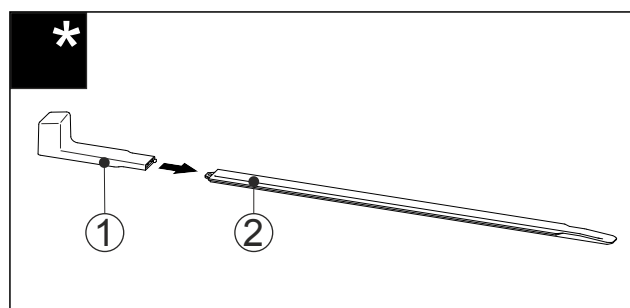

Fig. 58
- Montážní úchyt Fig. 58 (1) připevněte k nivelační liště Fig. 58 (2).